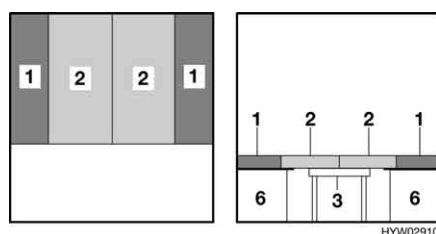

Fig. 59 Dopo la trasformazione
- Collocare i cuscini dello schienale (Fig. 59,1) sulla parete esterna. Rispettare la forma cuneiforme.
- Premere entrambi i cuscini del divano (Fig. 59,2) fra i cuscini dello schienale.